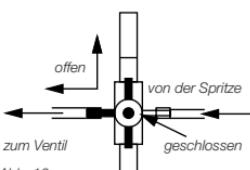

Abb. 10
- Um alle Luft aus der zusammengebauten sterilen Testapparatur zu entfernen, den Dreiegehahn, wie in Abb. 10 gezeigt, drehen.
- Mit im Wasserbad eingetauchtem Silikonenschlauch den Dreiegehahn drehen, um die Spritze vom Manometer zu isolieren (siehe Abb. 10).
- Den Dreiegehahn, wie in Abb. 10 gezeigt, drehen, um das Manometer zu isolieren.
- Weiterhin vorsichtig einen Fluss durch das Ventil aufrechterhalten und den Dreiegehahn, wie in Abb. 10 gezeigt, drehen, um die Spritze zu isolieren. Nachdem sich der Dreiegehahn in der richtigen Position befindet, sollte die Wassersäule des Manometers beginnen abzufallen. Die Spritze ist jetzt vom Ventil isoliert und es ist nicht mehr erforderlich, den Fluss der Spritze fortzusetzen. Falls die Wassersäule nicht abfällt, die Schritte b) bis f) wiederholen.